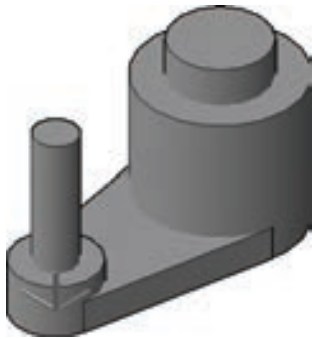

图 10-27 指定视觉样式
10) 指定视觉样式。在“视图”菜单中选择“视觉样式”→“概念”命令，则模型的视觉效果如图 10-27 所示。